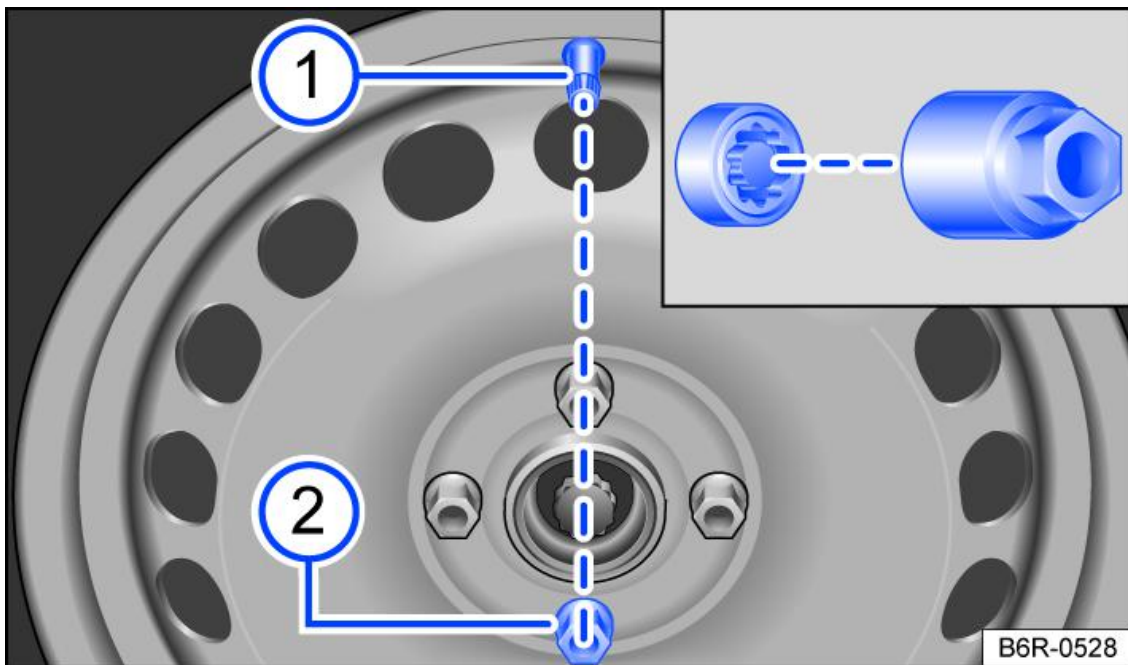

Fig. 2 Sostituzione di una ruota: valvola del pneumatico (1) e posizione della vite antifurto (2)
Nel caso dei veicoli con ruote dotate di copricerchi, prima di applicare il copricerchio si deve avvitare la vite antifurto nella posizione → fig. 2 (2). In caso contrario il copricerchio non può essere montato.